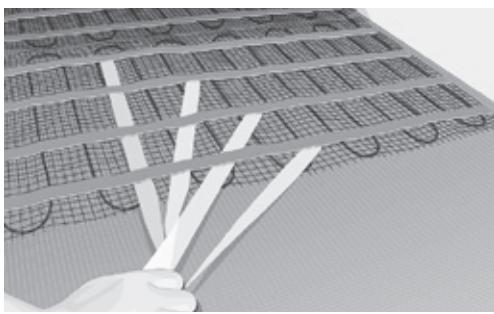

Bild 8. Ta bort baksidan av tejpen och fixera mattan
- 12.** När mattan/mattorna är placerade i enlighet med din ritning och väl anpassade till golvytan, fäst mattan i golvet genom att ta bort skyddet från den dubbelsidiga tejpen och tryck lätt ner tejpen. Fortsätt proceduren tills hela mattan har fixerats (bild 8).